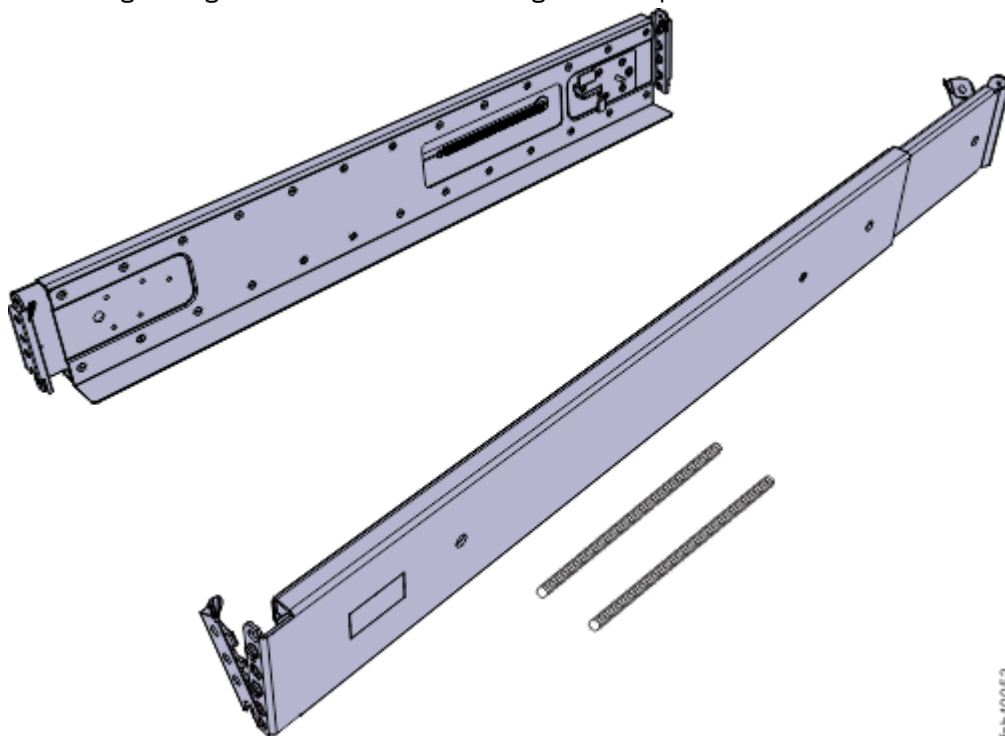

Figure 35. Glissières de support du boîtier d'extension
1. Localisez les glissières du boîtier d'extension (Figure 35, à la page 31).